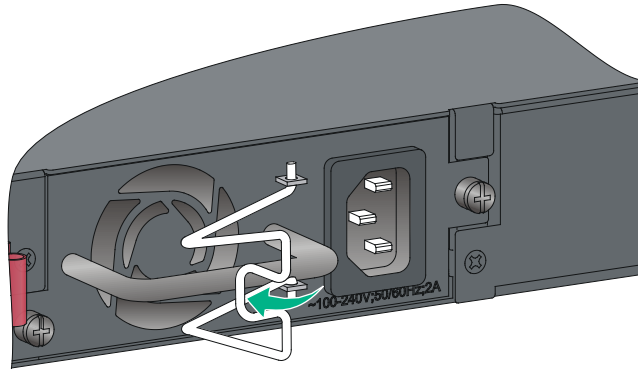

図 3-22 PSR150-A1 への AC 電源ケーブルの接続 1
- 2) 図 3-22に示すように、AC 電源ケーブルの固定金具（電源モジュールに添付されています）のフックを、AC 電源入力ソケットの両側にある穴に取り付けてください。AC 電源ケーブルの固定金具を左に移動してください。